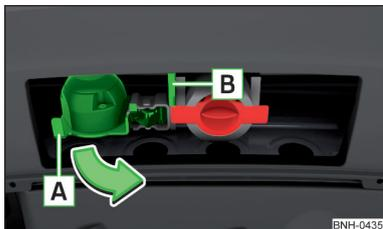

Fig. 114
- › Agarrar el enchufe de 13 polos por el mango **[A]** y girarlo en el sentido de la flecha » fig. 114.
- › Cuelgue el cable de rotura del remolque del ojal de seguridad **[B]** » fig. 114.
- › Agarrar el enchufe de 13 polos por el mango **[A]** y pivotarlo en sentido contrario al de la flecha » fig. 114.